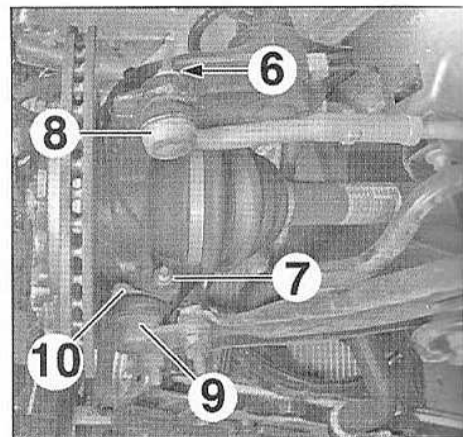

FIG.6
- Déposer (Fig.6) :
- l'écrou (6),
- le boulon de bridage (7).
- la rotule de direction (8),
- la rotule inférieure (9).
- Récupérer le protecteur (10) la rotule.